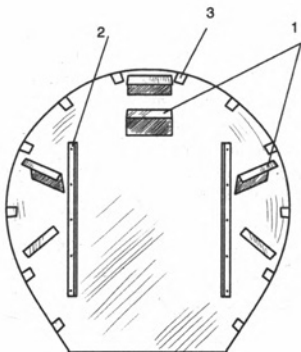

Рис. 62. Дно зольника:
7. После того как все выкройки будут готовы, приступайте к сборке деталей. К донышку зольника приклепайте стальные уголки, с помощью которых оно будет соединяться с боковыми стенками. Кроме того, прикрепите здесь же направляющие для зольного ящика и п-образные кронштейны (рис. 62).